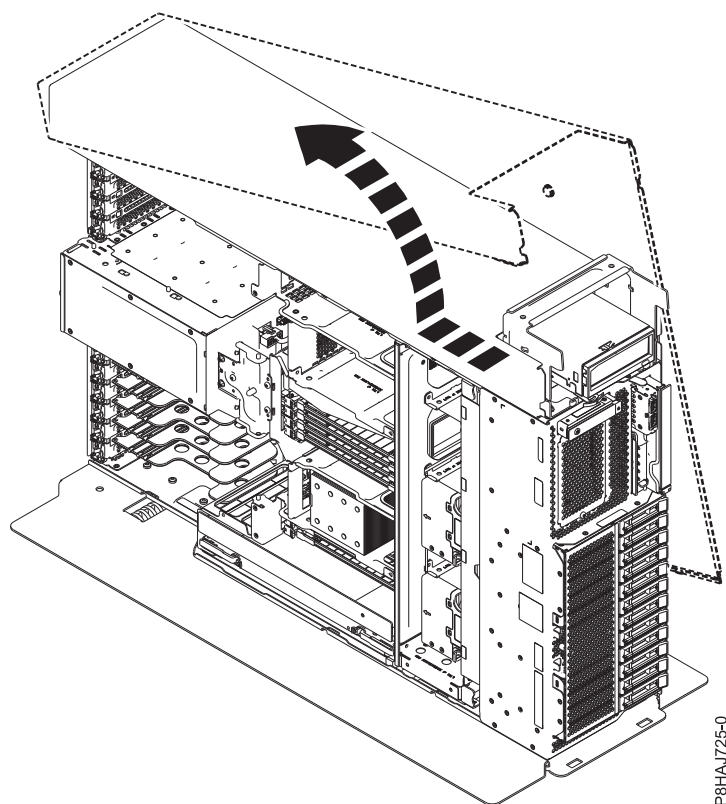

Figure 174. Retrait du capot latéral du système 8286-41A
5. Séparez le capot latéral du système en le faisant coulisser dans la direction indiquée figure 174.